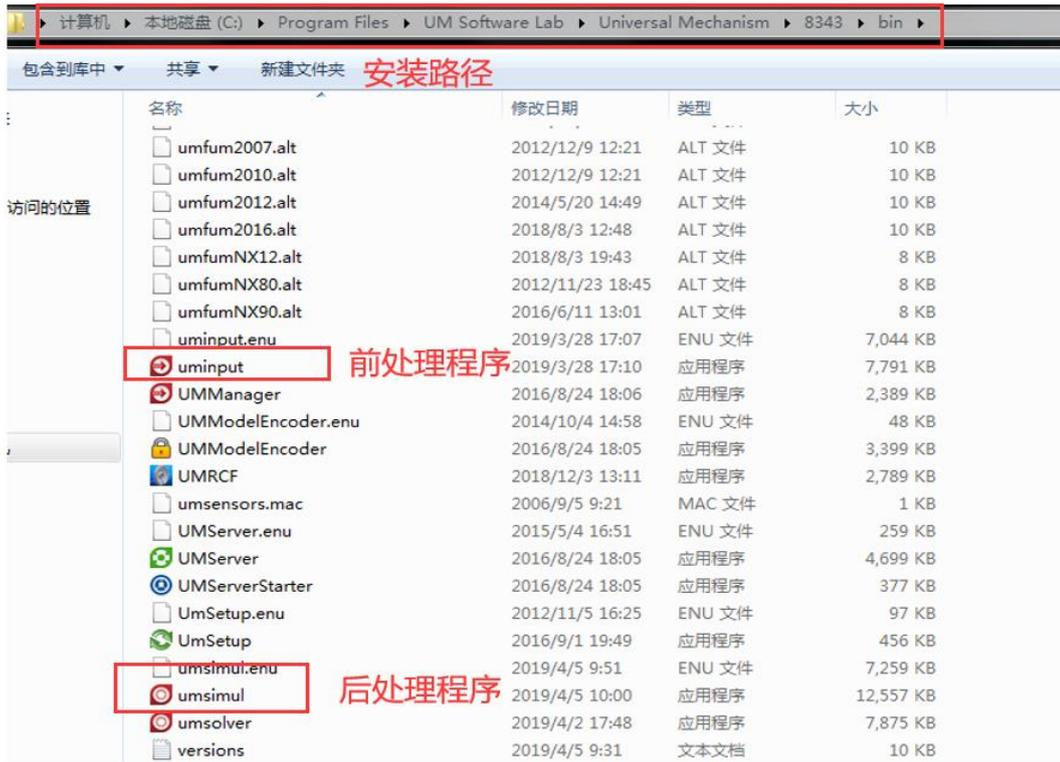

图 033-9
6、使用新的用户帐户进入系统后，找到 **UM** 软件安装路径下 **umiput.exe** 以及 **umsimul.exe**（不必重新安装软件），双击即可正常运行，如图 033-9。用户可通过右键菜单创建桌面快捷方式，以便后续使用。